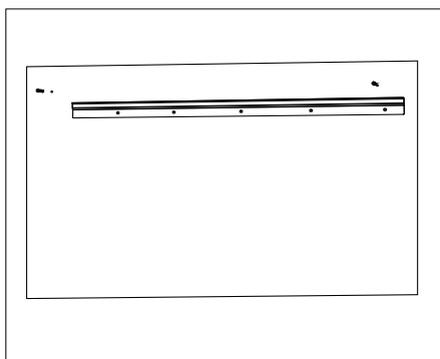

fig.10
5. Retirez le foyer et percez 2 trous dans le mur et installez 2 ancrages pour cloisons sèches. (fig.10)